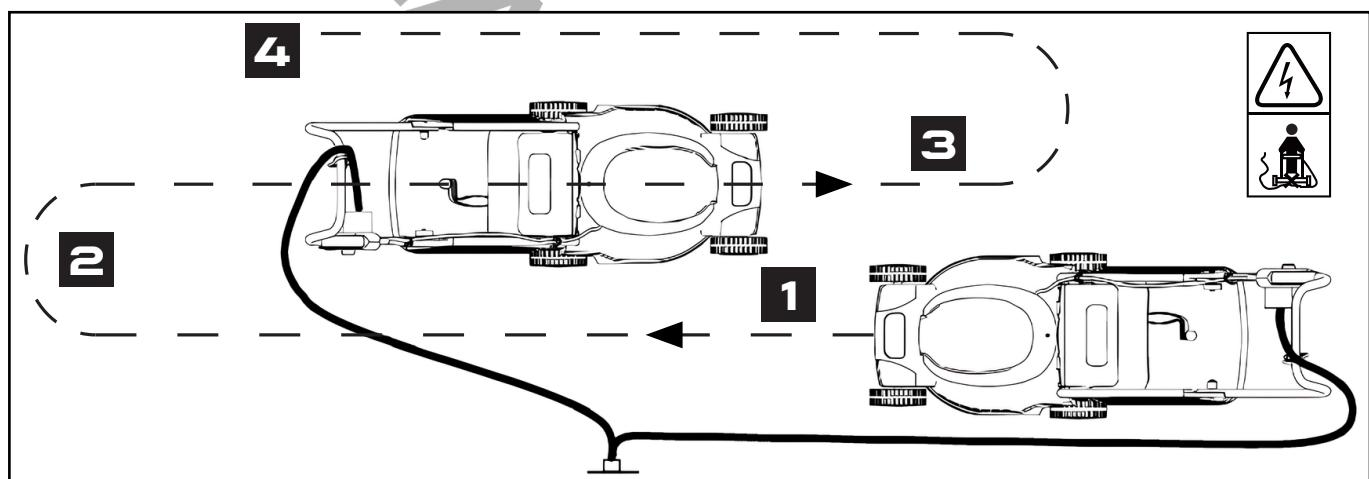

Fig. 4
Fonctionnement (Fig. 4)
3. Procédez comme indiqué dans la figure 4.